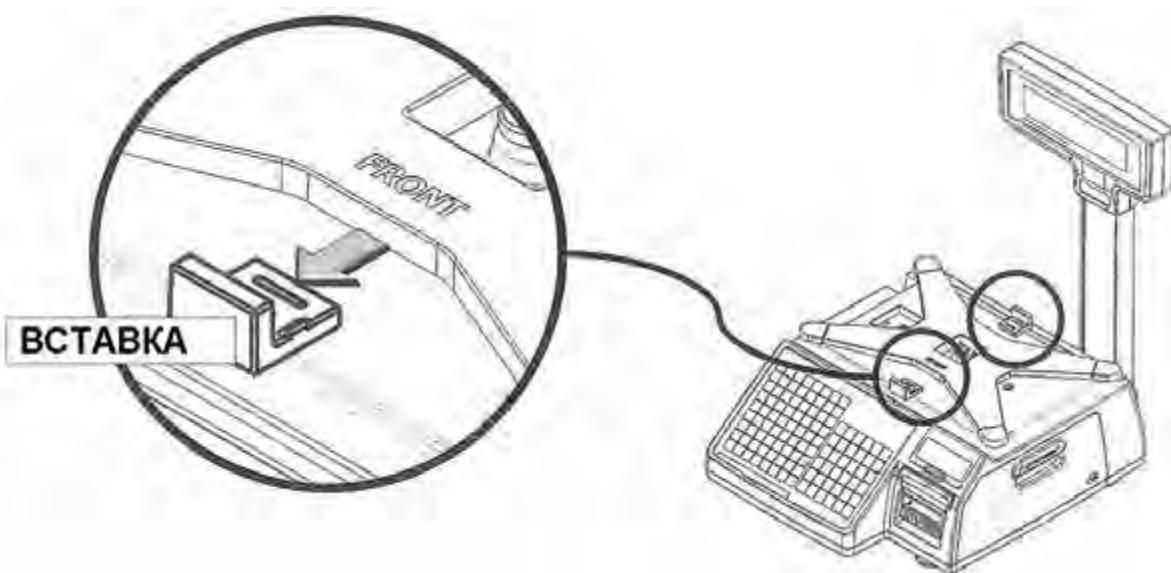

Рисунок 1.7 – Распорные вставки
- **Удалите две распорные резиновые вставки, расположенные между крестовиной и верхней частью корпуса весов (см. рисунок 1.7).**